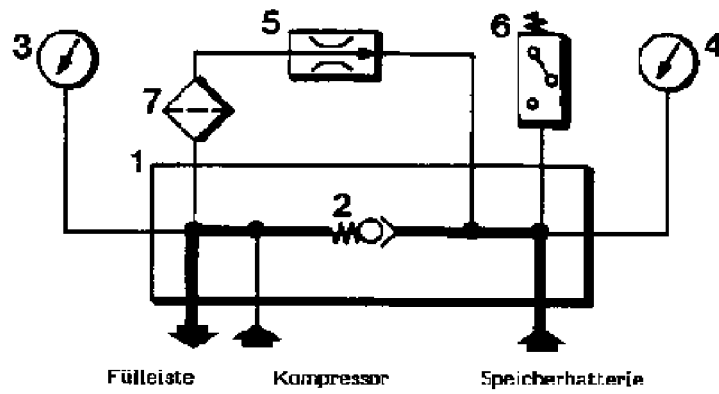

Abb. 36 Füllen aus der Speicherflaschen (Überströmen)
- Bei gefüllten Speicherflaschen (2) strömt die höher verdichtete Luft zunächst von den Speicherflaschen (2) über das Rückschlagventil und die Fülleiste (4) in die Druckluftflaschen (Siehe Abb. 36).